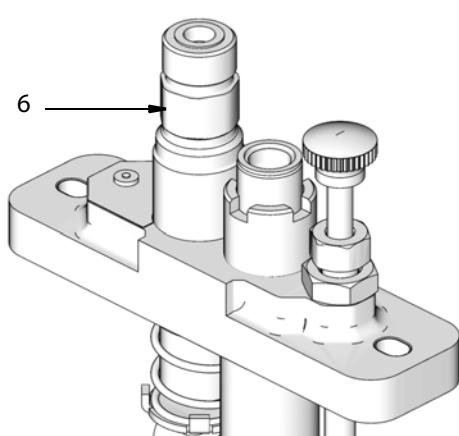

Рис. 8
- Соедините смазочную линию с выпуском насоса (6), (Рис. 8) (также см. стр. 15 и 16).